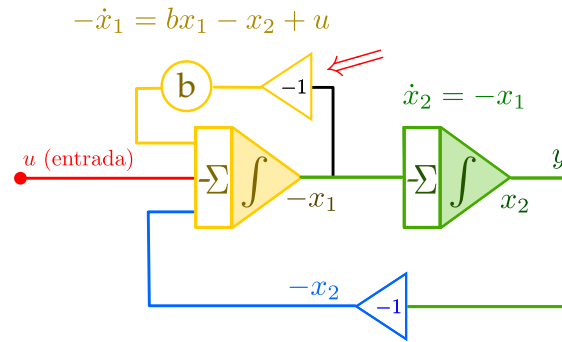

Figura 10: Implementación analógica del sistema de segundo orden con coeficiente negativo.
- Discuta con su compañero de trabajo si el sistema de la ecuación (3) es estable o inestable.
- Realice esta modificación en el THAT para implementar el sistema de la figura 10.